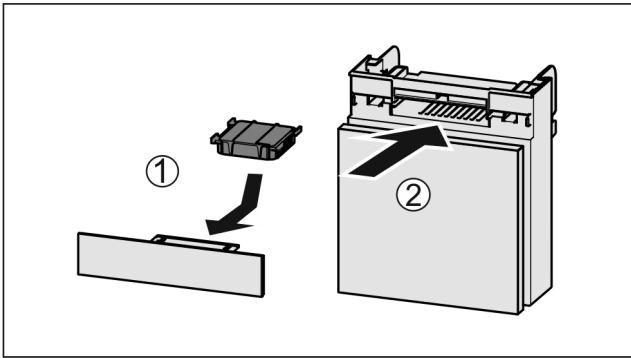

Fig. 108
- ▶ Wkładać Fig. 108 (1) filtr z węglem aktywowanym zgodnie z ilustracją.
- ▶ Wsunąć komorę Fig. 108 (2).